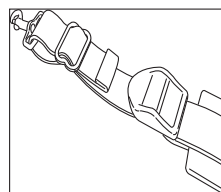

Figure 4.
- Installez la sangle simple des bandoulières à travers la fente centrale de la poignée de transport. Tirez la sangle sur la barre et fixez à travers la boucle. **Voir la figure 4.**